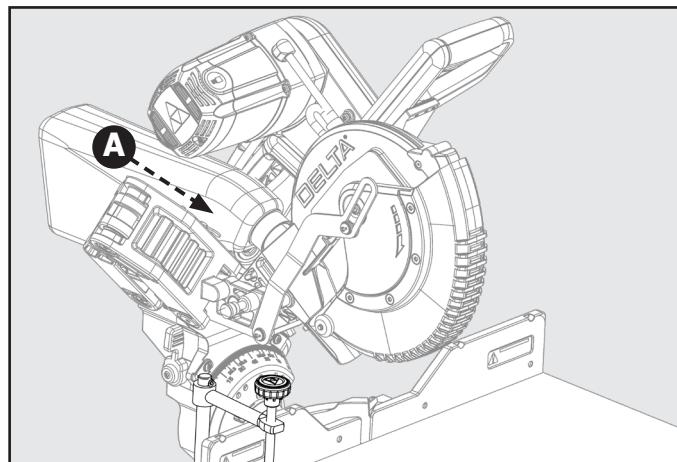

Figura 16
Al cortar piezas de trabajo anchas, como de 5 x 30 cm (2" x 12"), sujeté la pieza de trabajo a la mesa de trabajo con una abrazadera de sujeción (A), tal como se muestra en la Figura 16.